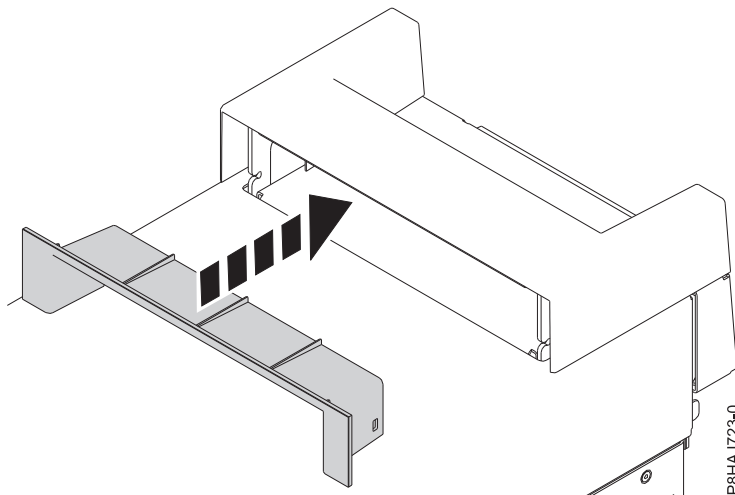

Figure 85. Insertion de la pièce plastique dans la poignée sur un système autonome 8286-41A
2. Insérez la pièce plastique (garniture intérieure) dans la poignée en la poussant fermement comme illustré figure 85.